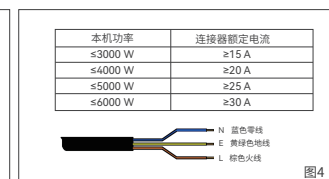

图4
- a. 将电源线连接到带接地保护的闸刀开关内(电极不能接错,连接器需符合对应的功率要求,须专业人士操作)(如图4所示);